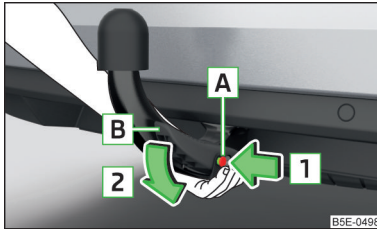

Abb. 184
- Die Kugelstange **von unten** fassen » Abb. 184.